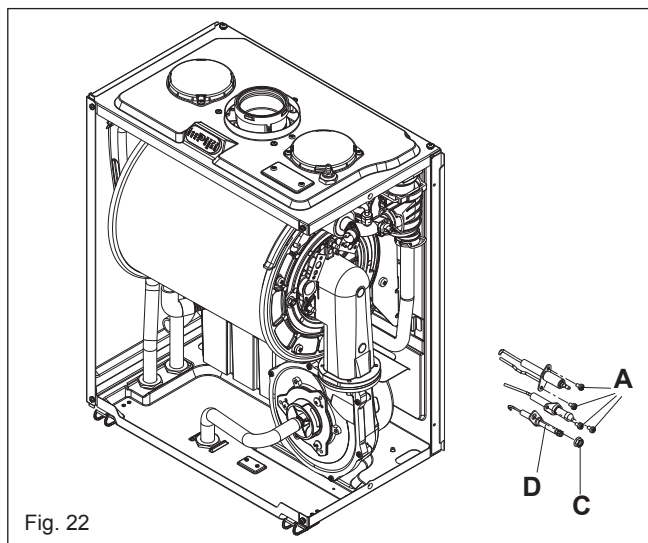

Fig. 22
6.11 ELECTRODES & CONDENSE SENSOR (fig. 22)